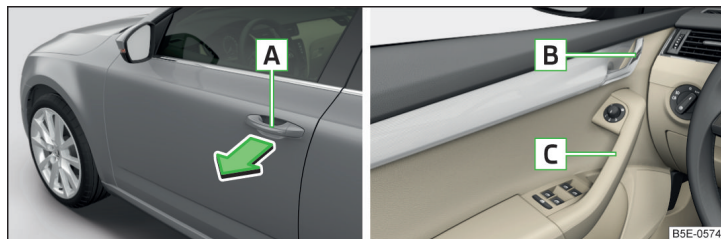

Fig. 33 Mănerul portierei/maneta de deschidere a portierei
- Pentru **deschiderea din exterior**, descuiți autovehiculul și trageți de mânerul portierei **A** în sensul săgeții » fig. 33.